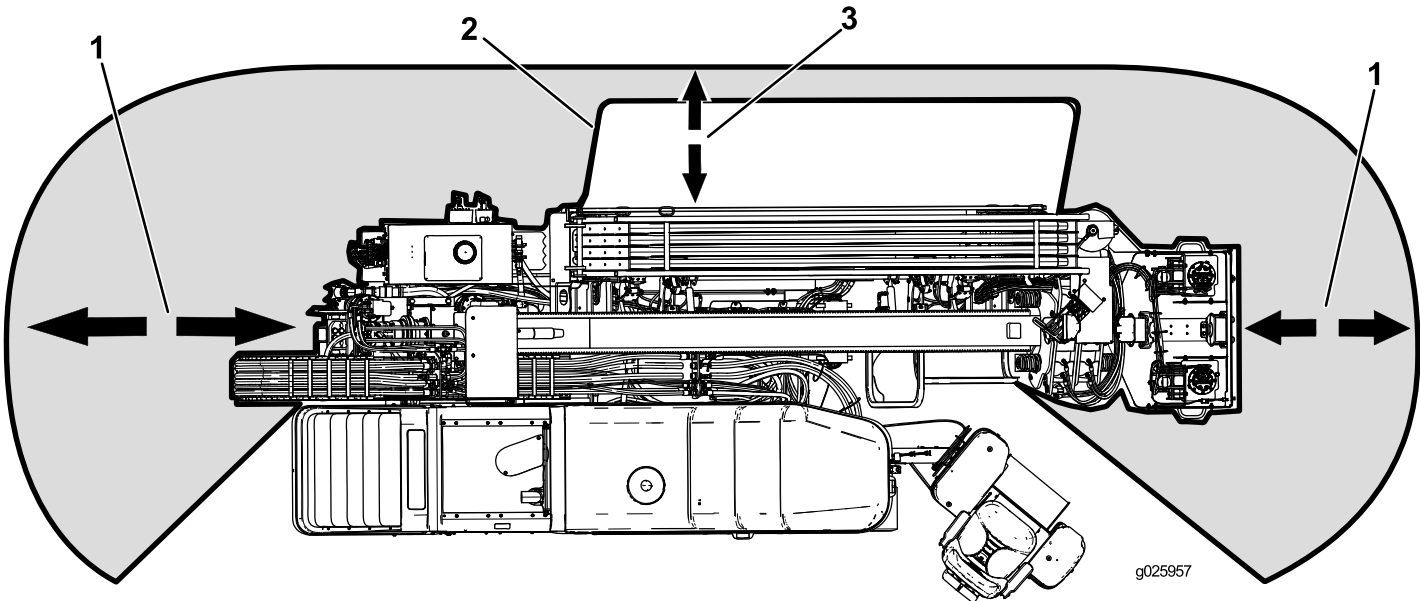

Figura 4
- Siempre baje la barra de seguridad peatonal antes de perforar (Figura 4).